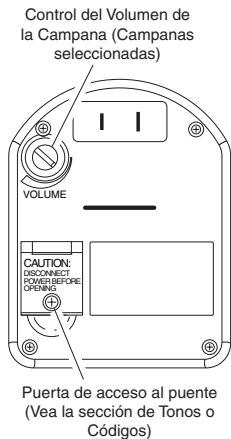

Figura 2
4. **Ajuste del control del volumen (Disponible en los timbres seleccionados).** Desenchufe la campana y ajuste el control del volumen al volumen deseado (vea la Figura 2). Enchufe de nuevo la campana en el tomacorriente de la pared.